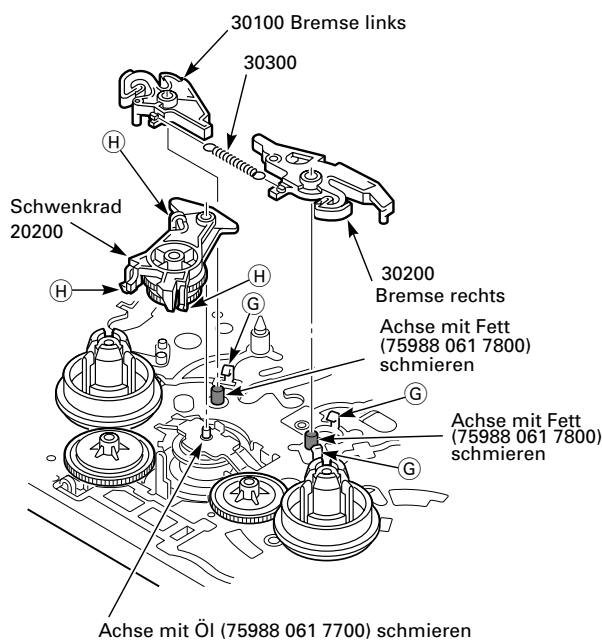
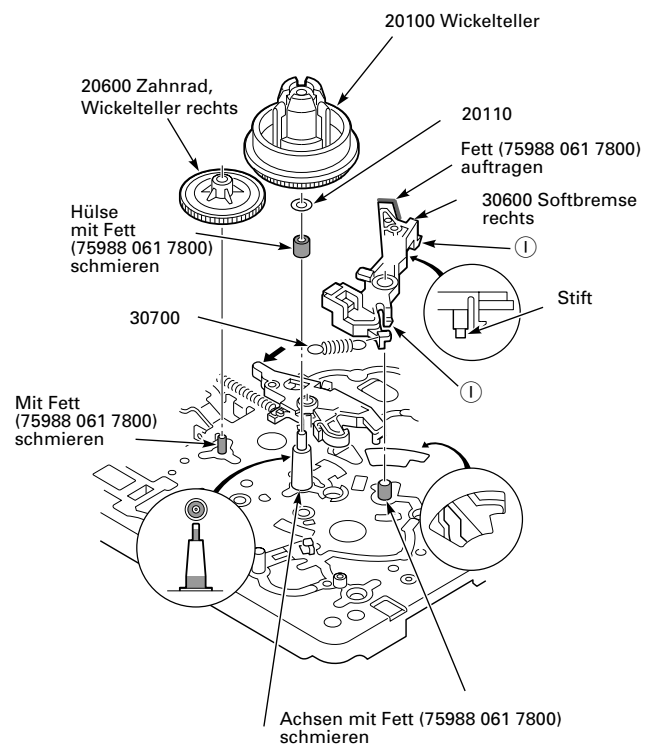
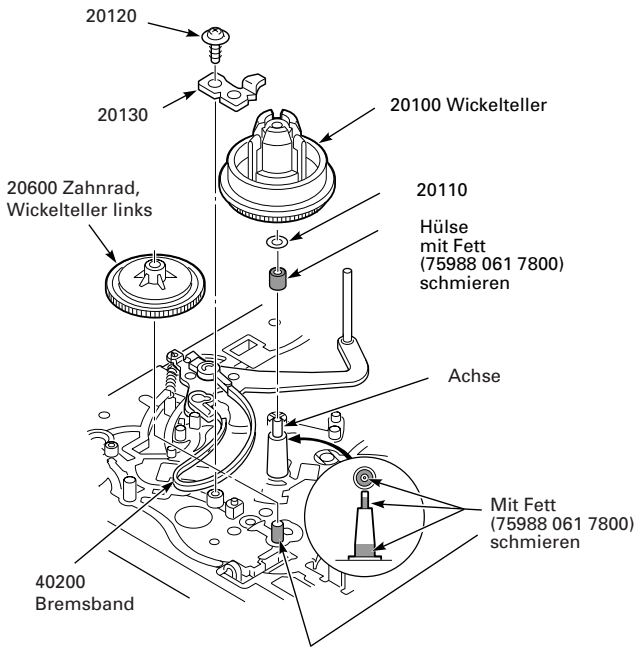

Fig. 8.17
Fig. 8.19
Fig. 8.20
- Feder der Hauptbremsen (30300) aushängen, Rasthaken ⑥ ausrasten und Bremsen (30100 und 30200) herausnehmen (Fig. 8.17).
- Rasthaken ⑨ ausrasten und Schwenkrad (20200) herausnehmen (Fig. 8.17).
- Feder (30700) aushängen, Rasthaken ① ausrasten und Softbremse (30600) herausnehmen (Fig. 8.19).
- Verwenden Sie zum Schmieren des Bremsschiebers ausschließlich die Schmiermittel **75988 061 7700** und **75988 061 7800** und beachten Sie die Schmierhinweise in Fig. 8.17 – Fig. 8.19 !
- Rechten Wickelteller (20100) abnehmen (Fig. 8.19).
- Linken Wickelteller (20100) abnehmen (Fig. 8.20).
**Achtung:** Die in Fig. 8.19 und 8.20 gezeigten Hülsen können nur getauscht werden, wenn sie aus Kunststoff bestehen.
- Verwenden Sie zum Schmieren der Achsen und der Hülse ausschließlich das Schmiermittel **75988 061 7800** und beachten Sie die Schmierhinweise in Fig. 8.19 und Fig. 8.20 (grau hinterlegte Flächen)!